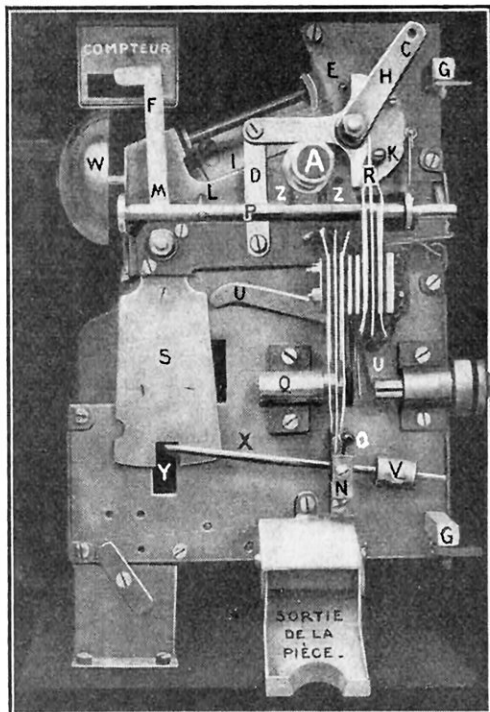

FIG. 4. — VUE DE LA PARTIE MÉCANIQUE DU « TAXIPHONE »
La fenêtre *E* (fig. 4 et 6), par laquelle on introduit la pièce de monnaie, se prolonge par une glissière oblique *I* jusqu'au bord
*L'appareil lui-même a tourné sur ses deux gonds et montre la face opposée à celle que représente notre figure 4. La liaison*